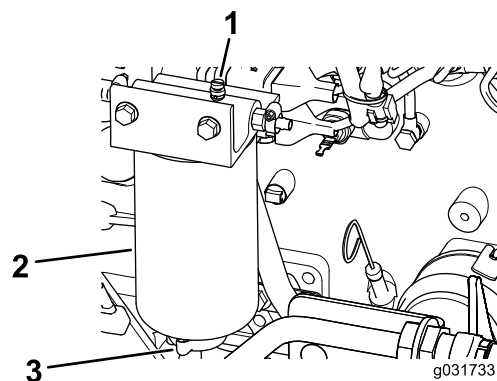

Figura 88
2. Allentate la valvola di spurgo situata nella parte inferiore del filtro (Figura 88).
2. Spurgate parte del carburante allentando il tappo di sfiato e aprendo la valvola di spurgo (Figura 88).